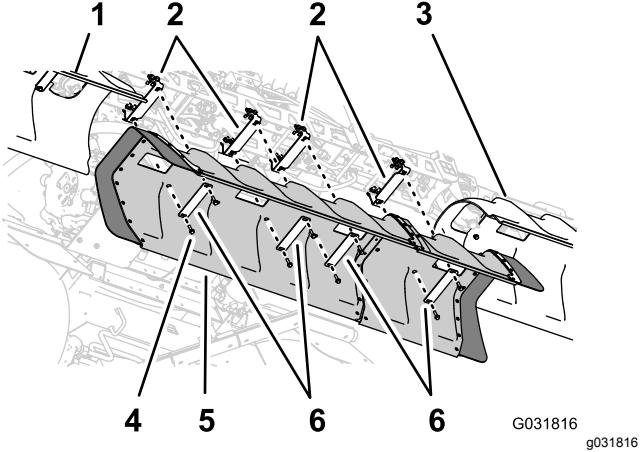

图154
- 将中间喷洒臂段护罩上的孔与中间喷洒臂段护罩支撑托架上的孔对齐 图154。
- 将在 6 拆掉可选护罩式喷洒臂组件的中间喷洒臂段护罩 11 嘴 \(页码 15\) 的步骤 1 中卸下的 2 条护罩箍带上的孔与护罩中的软管和 2 个支撑托架对齐 图154。
- 将 2 条护罩箍带 Toro 零件号 120-0629 上的孔与护罩上剩余的 4 个孔和支撑托架上剩余的 4 个孔对齐 图154。
- 使用 4 个凸缘头螺栓5/16 x 1 1/4 英寸——Toro 零件号 323-36 将护罩箍带和护罩安装到支撑托架上 图154。